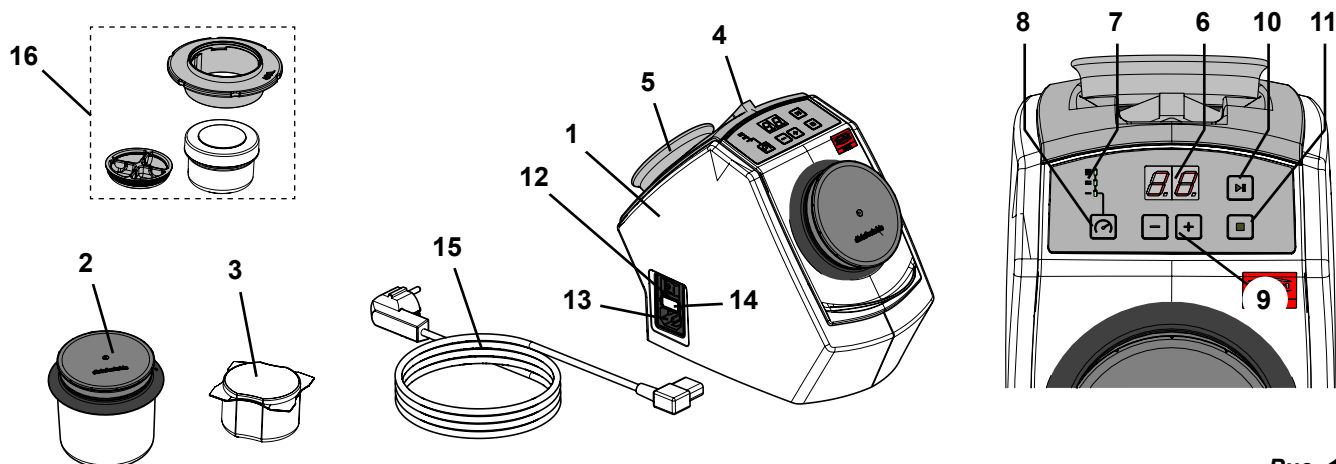

Рис. 1
- ▶ Удерживающий магнит (Рис. 1, поз.5) содержит свинец.
- ⇒ Разместите приложенный пинцет и удерживающий магнит в специальных выемках на тыльной стороне аппарата (Рис. 1).
- ⇒ Выберите сетевой кабель (15, Рис. 1) со штепсельной вилкой, соответствующей Вашей стране.
- ⇒ Вставьте сетевой кабель (13, Рис. 1) в гнездо подключения к сети.
- ⇒ Включите аппарат при помощи сетевого выключателя (12, Рис. 1).
- ⇒ Поместите в стакан для очистки (2, Рис. 1) 75 г игл для очистки (соответствует одной единице упаковки).
- ⇒ Поместите в мини-стакан SYMPRO (принадлежности) (16, Рис. 1) ~ 5 г игл для чистки